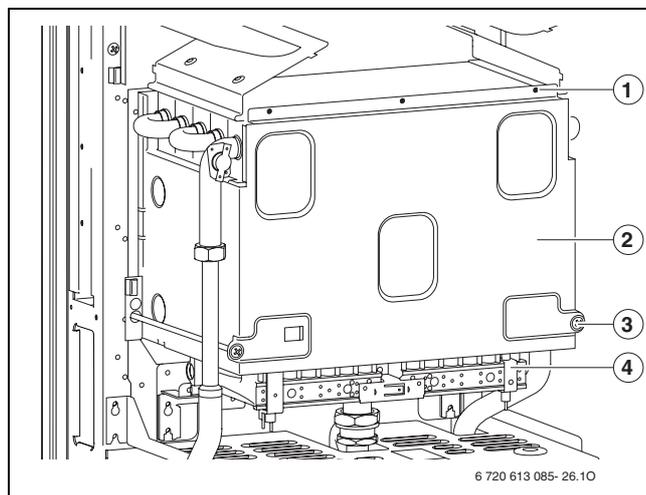

Fig. 53 Aprire il bruciatore
- ▶ Rimuovere la parete anteriore della camera di combustione e il bruciatore (fig. 53).